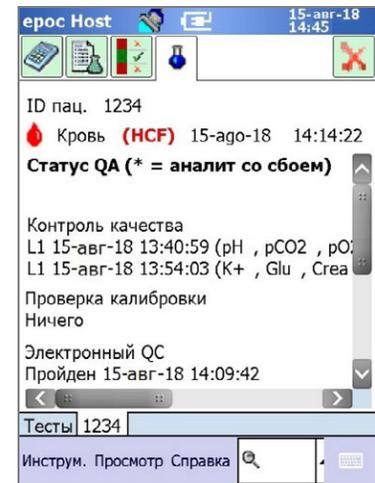

Рис. 46.
- Откройте четвертую вкладку (рис. 46), чтобы просмотреть статус QA во время выполнения анализа.